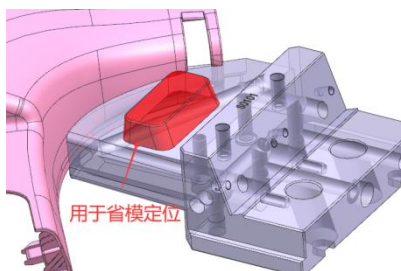

图 4-6 省模定位结构
4. 后模滑块用来成型处在定模的外观面时，滑块成型部分要与_____创建定位，方便后续省模。如图 4-6 所示